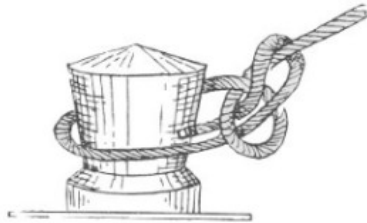
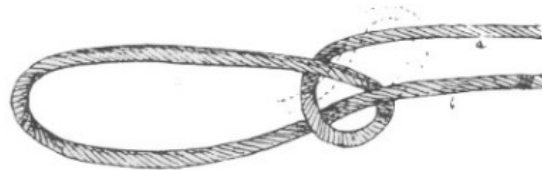

Fig. 54. Pælestik.
Fig. 55. Pælestik paabegyndt.
- *Pælestik*, Fig. 54, bliver meget anvendt ved Fortøjning og Forhaling af Skibe. Pæle stikket kan smøges over en Pæl og Tovet hales stift, uden at Stikket sanses tot om Pælen. Det kan derfor tages af og skiftes til en anden Pæl, uden at Stikket behøver at løses, og dog kan det let gøres los, selvom der har været stor Kraft paa Tovet. Først laver man en Bugt paa Tros;sen og stikker Tampen gennem Bugten, som vist i Fig. 55; dernæst tages Tampen **b** under Parten **a** og stikkes gennem Bugten fra oven, som den punkterede Linie viser.